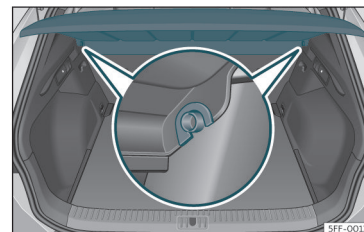

Fig. 106 Nel bagagliaio: smontare e montare il ripiano.
»» **fig. 106** tirandolo verso l'alto ed estrarlo.
- Inserire la copertura in modo orizzontale facendo coincidere la "mezzaluna" sull'asse dei supporti»» **fig. 106** e premendo verso il basso fino a far scattare l'innesto.